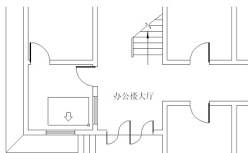

图 3.10 拖出多行文字的矩形框
(1) 将【文本】图层设置为当前层。
(2) 单击【绘图】工具栏上的【多行文字】图标  或在命令行输入“T”后按 Enter 键。
① 在指定第一角点: 提示下,在办公楼底层平面图的“值班室”内单击一点,作为文字框的左上角点。
② 在指定对角点或 [高度(H)/对正(J)/行距(L)/旋转(R)/样式(S)/宽度(W)]: 提示下,光标向右下角拖出矩形框(如图 3.10 所示)后单击,弹出【文字格式】对话框和【文字输入】窗口。